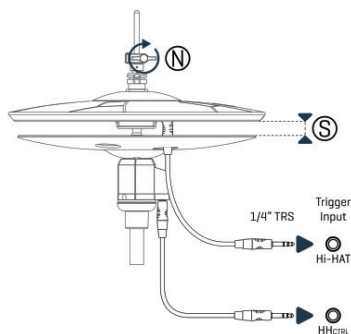

fig. 5
- 1 Alzare il piatto superiore in modo graduale fino a che il supporto mobile del controller dell'Hi-Hat (O) smetti di muoversi.
- 2 In questa posizione, stringere la vite a farfalla dell'Clutch (N) come nella *fig. 5*.